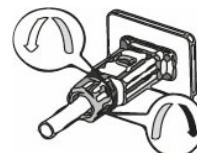

Fig. 13: Tiltrekking av mutteren
- MERK!** AC-pluggforbindelsen er fast forbundet når denne går hørbart i lås. (Fig. 13.)